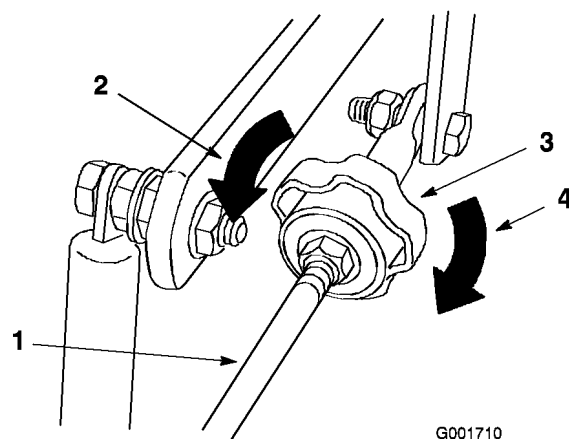

Figura 40
4. Ajuste la dirección de la siguiente manera (Figura 40):